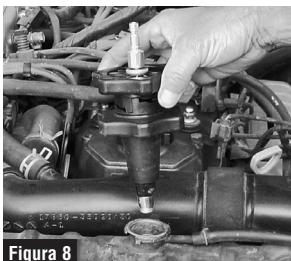

Figura 8
1. Retire cuidadosamente la tapa del radiador. Seleccione el adaptador universal que más fielmente calce en la abertura del cuello del radiador. Consulte la Figura 8. Introduzca el adaptador en el cuello del radiador. Cerciórese de que el adaptador esté en su altura mínima con las perillas de ajuste hexagonales superior e inferior en sus posiciones más cercanas y en la parte inferior de la inclinación de la leva escalonada. Consulte la Figura 9.